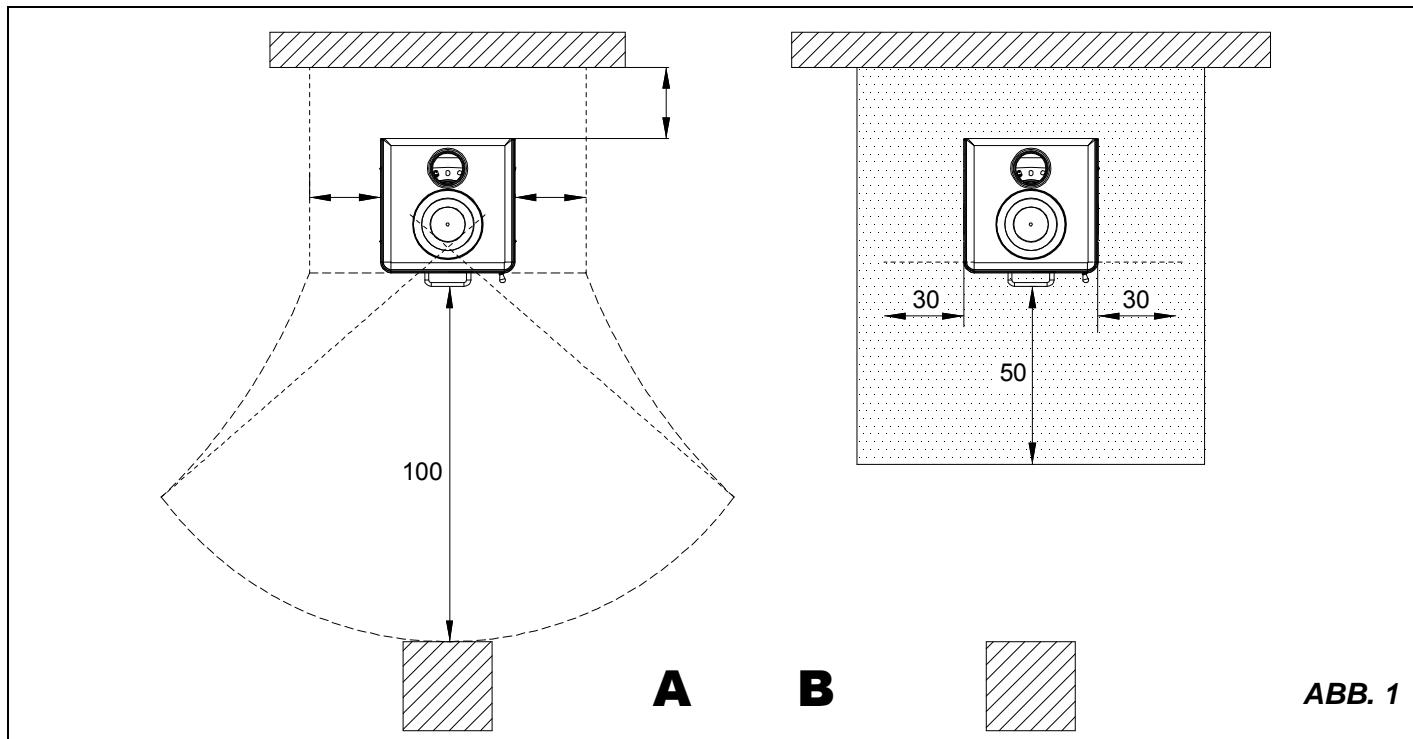

ABB. 1
- a) Um eine ausreichende Wärmedämmung zu gewährleisten, muss die Mindestanforderungen für Sicherheitsabstand (ABB. 1 A) eingehalten werden. **Alle Sicherheitsabstände sind auf der Typenschild des Produktes gezeigt und sollten nicht unter der angegebenen Werte liegen.**
- c) Wenn das Produkt auf einem leicht entzündlichen Boden installiert wird, muss ein feuerfester Unterbau vorgesehen werden. **Fußböden aus brennbaren Materialien** wie Teppich, Parkett oder Kork, etc., müssen durch einen entsprechenden Belag aus nicht brennbaren Baustoffen, zum Beispiel Keramik Stein, Glas oder Stahl, etc. ersetzt werden (Abmessungen nach der regionalen Ordnung). **Falls diese Ersetzung der Fussböden nicht möglich ist, muss das Gerät auf eine mindestens 12 cm dicke Platte aus Stein oder Beton bei brennbaren Bodenkonstruktionen gestellt werden.** Der Belag muss sich nach vorn auf mindestens **50 cm** und seitlich auf mindestens **30 cm** über die Feuerungsöffnung hinaus erstrecken (siehe ABB. 1 B).